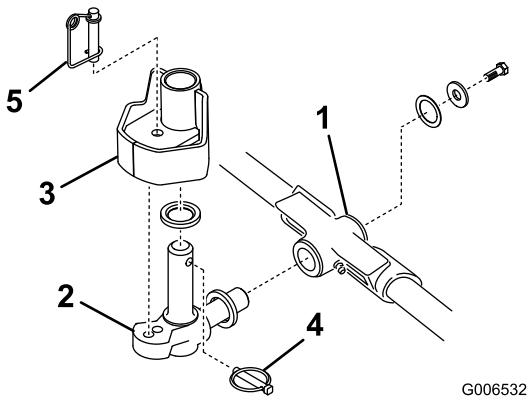

Figura 13
- 1. Introduza uma anilha de encosto no veio horizontal da articulação como mostrado em Figura 13.
- 2. Introduza o veio horizontal da articulação no tubo de montagem da estrutura de suporte (Figura 13).
- 3. Fixe a articulação na estrutura de suporte com uma anilha de encosto, uma anilha chata e um parafuso de cabeça flangeada (Figura 13).
- 4. Introduza uma anilha de encosto no veio vertical da articulação (Figura 13).
- 5. Se tiver sido removido, introduza o veio vertical da articulação no encaixe de eixo do braço de elevação (Figura 13).
- 7. Introduza o pino de sujeição no orifício cruzado existente no veio da articulação (Figura 13).
Nota: Se a posição da unidade de corte tiver que estar fixa, introduza o pino de bloqueio da direcção no orifício de montagem da articulação (Figura 13).
13. Fixe o cabo da mola em volta da parte inferior do pino de bloqueio da direcção (Figura 13).